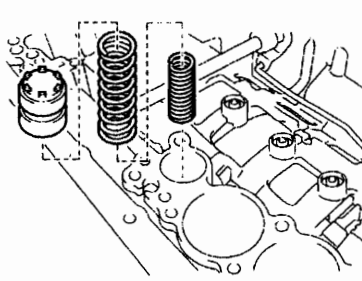

图 12-1-6
- (21) 如图 12-1-6 所示, 拆下 C1 蓄能器阀和两个弹簧。